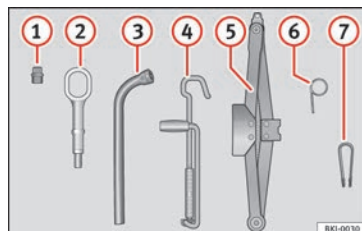
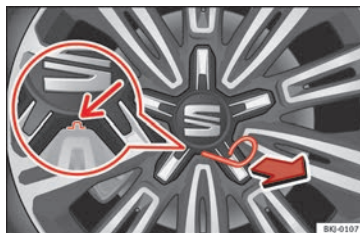

Abb. 75 Im Gepäckraum unter dem Gepäckraumboden: Bordwerkzeug.
Abb. 77 Radvollblende ausbauen
- Haken Sie den Drahthaken (Bordwerkzeuge » **Abb. 75** ⑥) in eine der Ausnehmungen der Radvollblende ein.
- Haken Sie den Drahthaken (Bordwerkzeuge » **Abb. 75** ⑥) in die dazu vorgesehene Aufnahme ein » **Abb. 77**.
- Ziehen Sie daran, um die Blende auszubauen » **Abb. 77**.